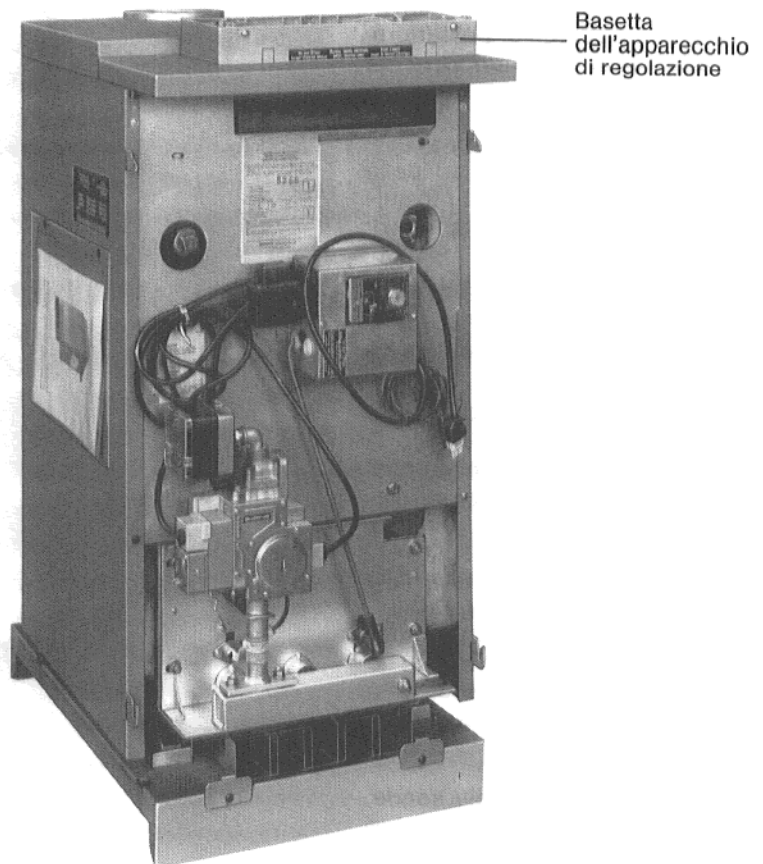

Fig. 6: G_224 L Lownox senza l'apparecchio di regolazione e pannello frontale
2. Avvitare la bassetta dell'apparecchio di regolazione al coperchio anteriore della caldaia con le viti a corredo (Fig. 6).